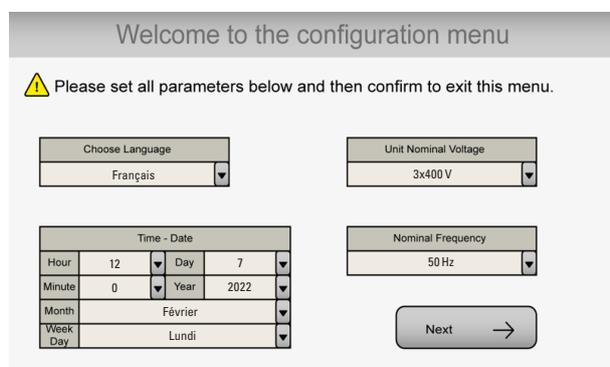

Fig. 1. Premier écran de configuration de démarrage.
- Tourner l'interrupteur d'entrée **(Q1a)** de l'onduleur ou de chacun des équipements qui composent le système sur «On». Le menu d'installation sera affiché à travers 2 écrans avec toutes les variables à sélectionner (Fig. 1) et l'alarme acoustique modulée sera activée toutes les 5 secondes.
Si l'espagnol a été choisi sur l'écran de langue, ce sera la langue par défaut qui apparaîtra sur le reste des écrans. Pour les autres langues, l'écran apparaîtra par défaut en anglais jusqu'à ce qu'il soit modifié dans le premier écran de configuration (Fig. 1).